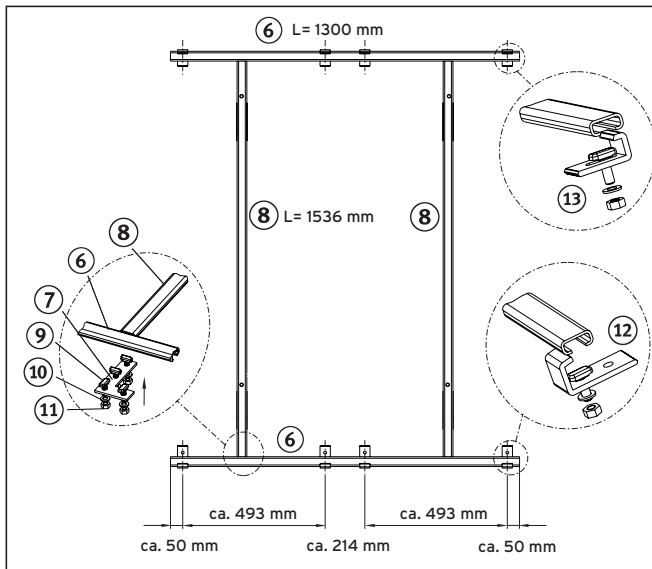

Abb. 4.28 Montageset für zwei VTK 570
- Befestigen Sie die horizontal verlaufende Auflageschienen (Abb. 4.28, Pos. 6) mit Hilfe der L-Verbindungsstücke (Pos. 7) an den vertikalen Auflageschienen (Pos. 8). Benutzen Sie dazu je L-Verbindungsstück 4 Stück Hammerkopfschrauben (Pos. 9), Unterlegscheiben (Pos. 10) und Sechskantmuttern (Pos. 11).